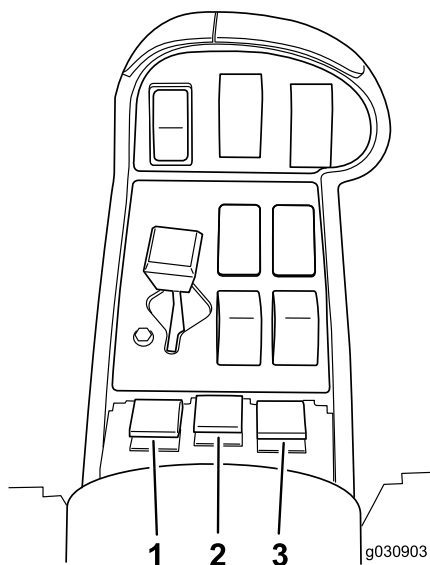

Figura 13
10. Rode os interruptores de secção (localizado entre os bancos) para a posição ON (Figura 13).